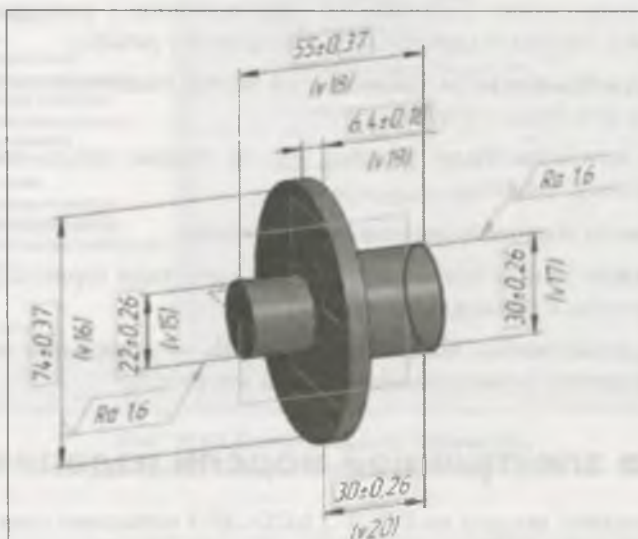

Рис. 28.25. Электронная модель детали
- ◆ в **Дереве** детали выбираем необходимые эскизы. Выбираем вид отображения модели. В графической области появится изображение электронной модели детали (рис. 28.25);